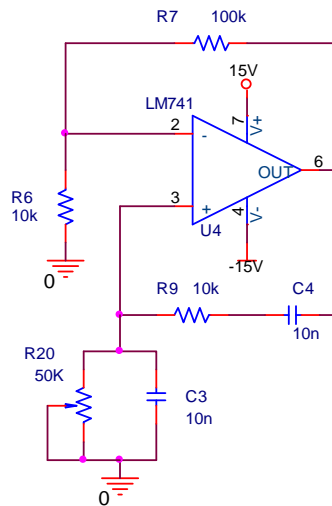

Figura 3
- 6) Implemente el circuito que se muestra en la figura 3.